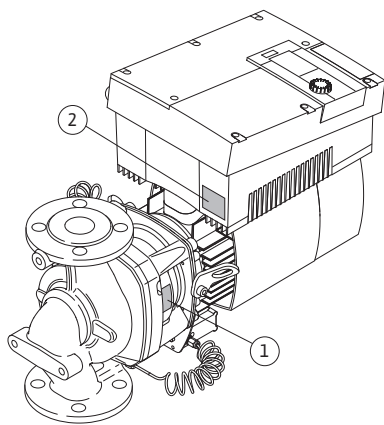

Fig. 11: Plaatsing van de typeplaatjes:
- Het typeplaatje van de pomp (Fig. 11, pos. 1) bevat het serienummer (serienr.../...), dat bijv. nodig is voor de bestelling van reserveonderdelen.
- Het typeplaatje voor de elektronica-module (elektronica-module = frequentieomvormer) (Fig. 11, pos. 2) geeft de naam van de gebruikte elektronica-module aan.